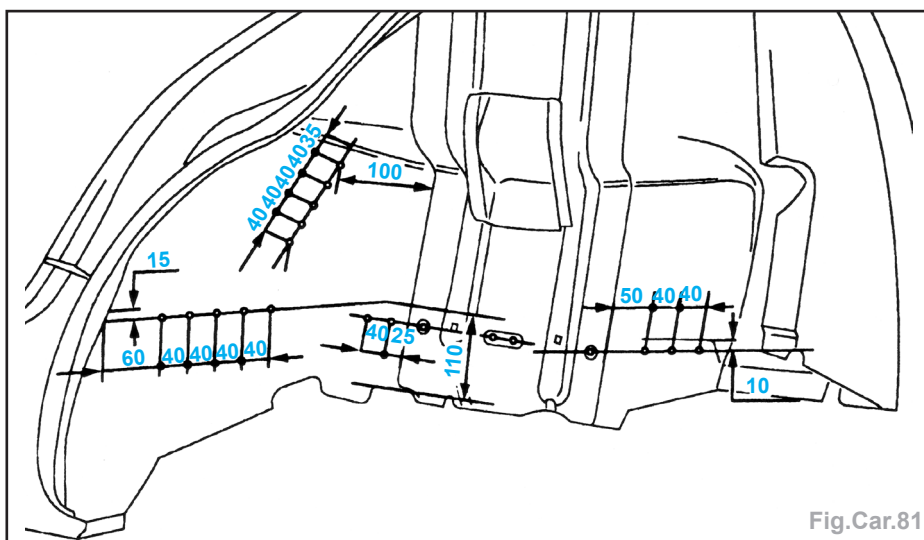

Fig.Car.81
- Percer à un $\varnothing 8,0$ mm pour soudage ultérieur par points bouchons (Fig.Car.81).